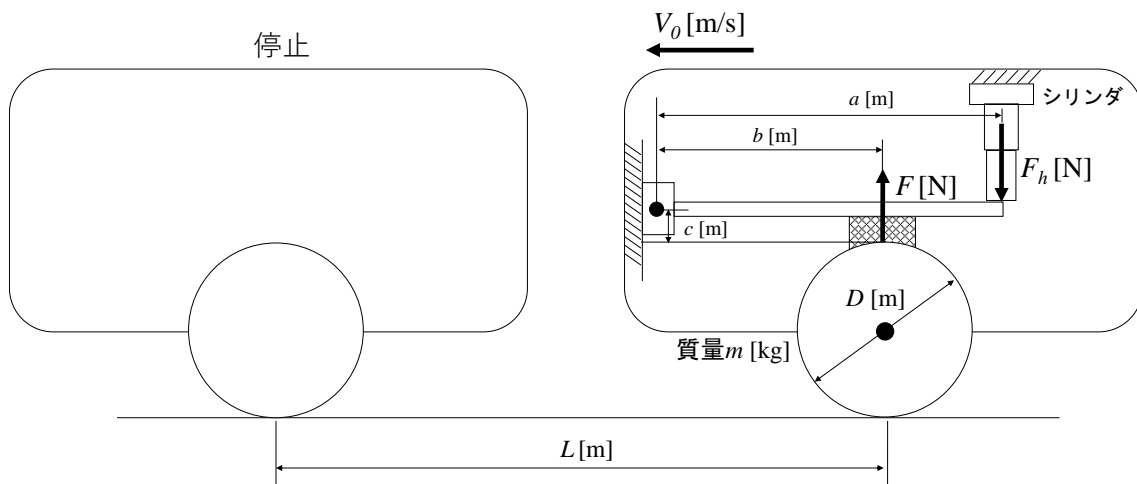

図 1-3
- (4) ブレーキドラムが毎分 500 回転しているときに、ブレーキをかけた後 30 秒後に毎分 300 回転になった。減速が等加速度で行われると仮定した場合、ブレーキのかけ始めから停止までに要した時間を求めよ。
(5) 図 1-3 に示すような単ブロックブレーキを搭載した台車が速度  $V_0$  [m/s] で走行している。そこにブレーキをかけて  $L$  [m] の距離で停止させたい。簡単のためにブレーキドラムが直接地面に接しているとする。台車すべての質量を  $m$  [kg] とし、その重心位置はブレーキドラムの中心にあるものとする。てこを動かす力  $F_h$  [N] を求めよ。